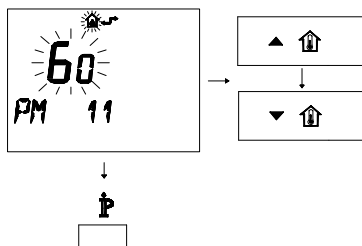

Figura 5.51
- Per modificare il SET programmato agire sui pulsanti **▲** (una casa con un punto sopra) o **▼** (una casa con un punto sopra) e aspettare che il numero programmato cominci a lampeggiare (Figura 5.51). Ogni passo incrementato o decrementato corrisponde a 1 secondo.